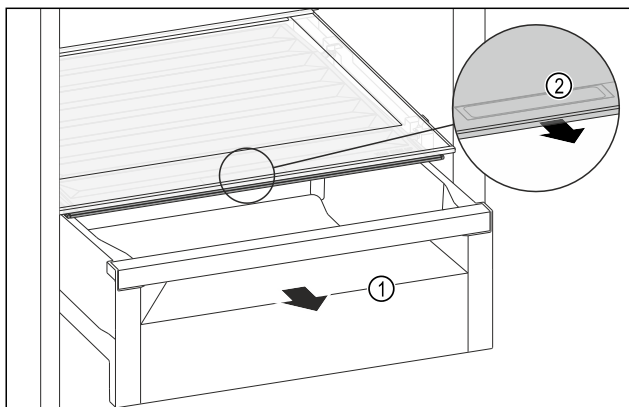

Fig. 135
- ▶ Извлеките выдвижной ящик Fig. 135 (1).
- ▶ Возьмитесь за утопленную ручку Fig. 135 (2) на крышке отделения и одновременно потяните крышку отделения вперед.